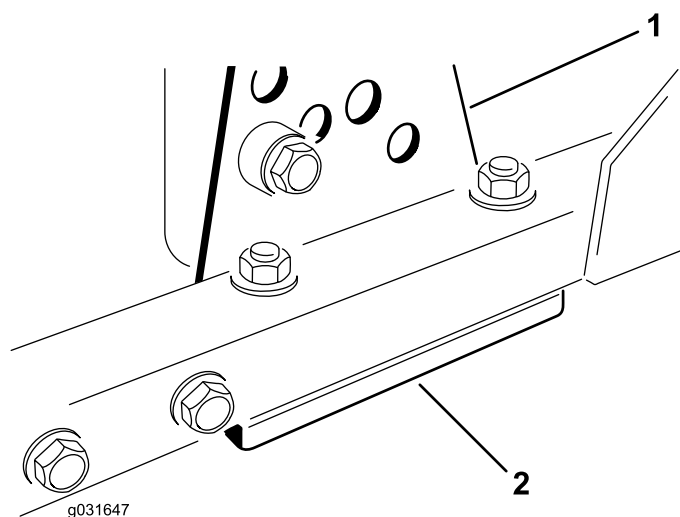

Figura 70
1. Retire el soporte de altura de corte (delantero, izquierdo o derecho) del bastidor de la carcasa (Figura 70).
2. Coloque suplementos de 1,5 mm y/o 0,7 mm entre el bastidor de la carcasa y el soporte hasta lograr la altura de corte deseada (Figura 70).
3. Instale el soporte de altura de corte en el bastidor de la carcasa con los suplementos restantes colocados debajo del soporte de altura de corte (Figura 70).